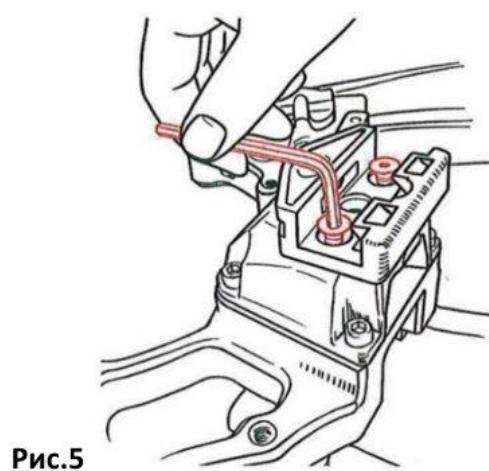

Рис.5
- Установите держатель кивера на нижнюю сторону колодки арбалета и закрепите с помощью винтов (Рис.5). При помощи двух шурупов прикрепите ответную часть держателя на кивер.